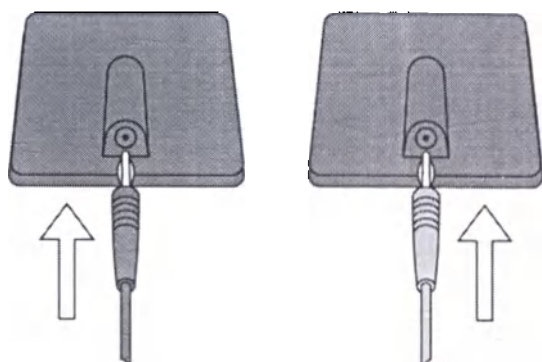

Рис. 6. Подключение кабелей к электродам.
- Подсоедините к электродам кабели для подключения электродов (рис. 6).